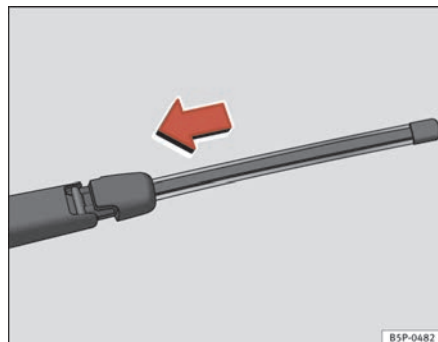

Fig. 180 Collocare la spazzola tergilunotto
- Posizionare la spazzola come indicato nella figura ⇒ **fig. 180** e scorrere l'adattatore fino a quando non si incastra.